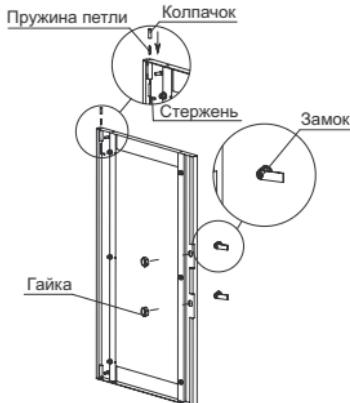

Рисунок 9 – Сборка дверей
4.3.7.1 Извлеките из второго места двери. Установите замки по аналогии с боковыми панелями (4.3.6.1). Проверьте правильность установки замка. При правильной установке язычок замка переводится в положение «закрыто» сверху вниз. Для сборки петли сначала вставьте пружину во втулку, пропустите во втулку стержень и заверните колпачок (рисунок 9).